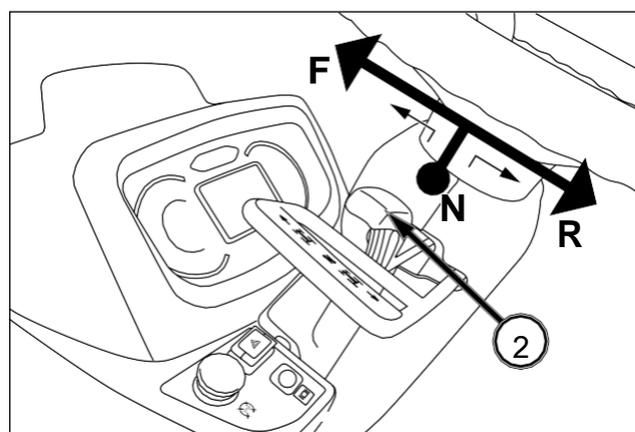

FIG. 81
FIG. 81: La palanca (2) de la columna de dirección permite seleccionar la marcha adelante o la marcha atrás. Mueva la palanca hacia delante para seleccionar la marcha adelante y muévala hacia atrás para la marcha atrás. Levante primero la palanca, antes de desplazarse. Sitúe la palanca en la posición central Neutra cada vez que el tractor esté inmovilizado.